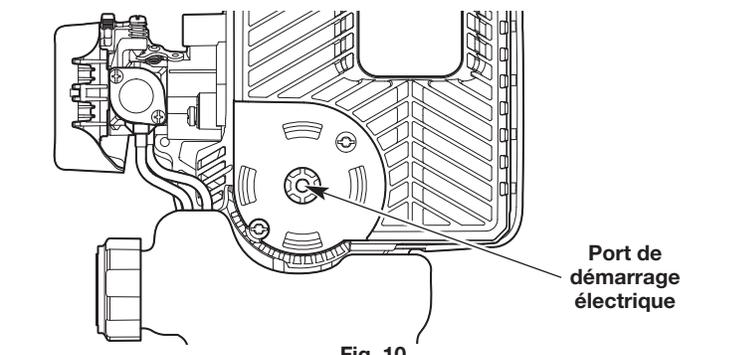

Fig. 10
5. Insérer l'accessoire de démarrage électrique dans le port à cet effet (Fig. 10). Reportez-vous à la section *Opération* du manuel de l'opérateur de l'accessoire de démarrage électrique.